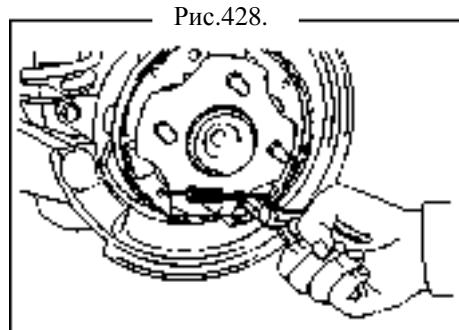

Рис.428.
- Используйте тонкогубцы для установки возвратной пружины (рис.428).